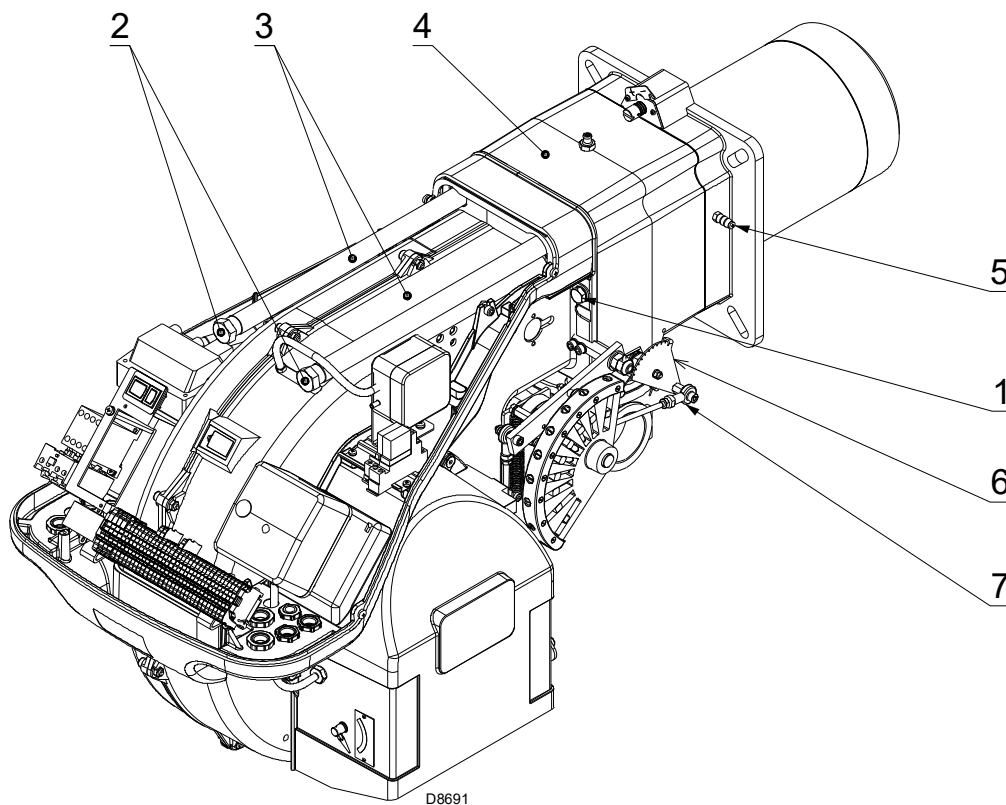

Fig. 17
- inserir o cabo da sonda e o cabo do eletrodo, então fazer deslizar o queimador até a mangueira, queimador na posição ilustrada na Fig. 17;